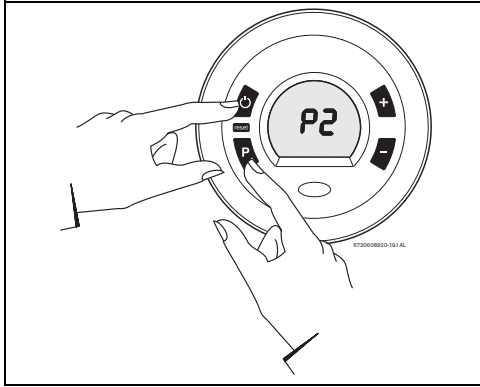

Fig. 47
- ▶ Mantener pulsada la tecla de programación y pulsar el interruptor principal ON/OFF para conectar el aparato (consultar la Fig. 47 ).